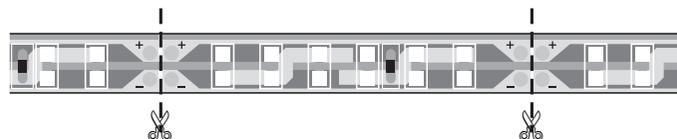

Bild 1
2. LED-Platine, falls erforderlich, kürzen (Bild 1).
LED-Platinen können jeweils nach **sechs** LEDs (pro Reihe) getrennt werden (Bild 1).